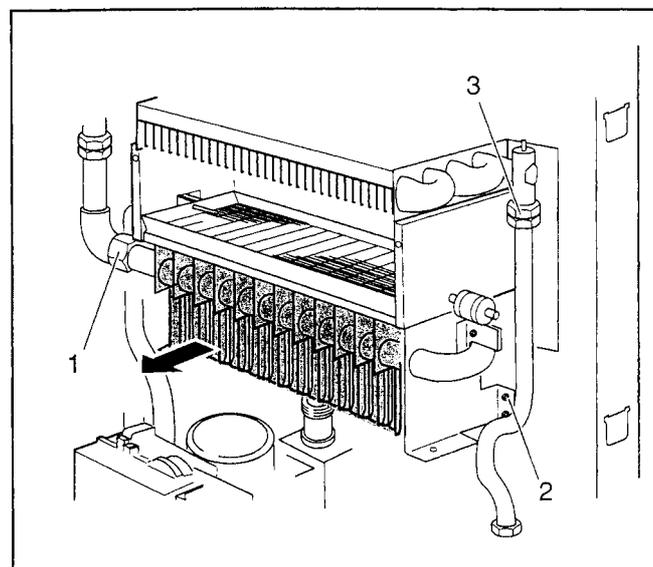

Fig.27
- f) Smontare l'elettrodo d'accensione, il sensore di ionizzazione e togliere il deflettore d'aria (fig. 27)
- f) Ispezionare lo scambiatore principale e, se necessario, pulirlo utilizzando aria compressa o una spazzola in nylon. (Fig. 27).
- allentare i raccordi di fissaggio lato acqua (Fig. 27, punto 1);
- Togliere le viti di fissaggio 2 (Fig. 27) e sfilare il bruciatore.